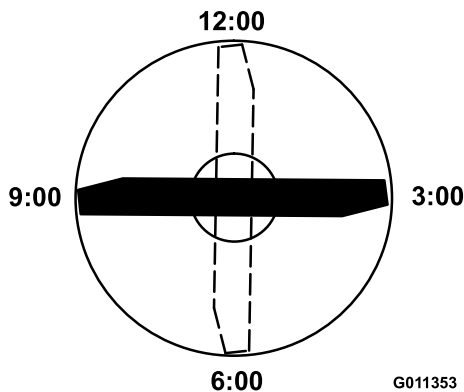

Figura 88
4. Coloque el filo de corte del extremo marcado de la cuchilla en la posición de las 12 (hacia adelante, en el sentido de la siega) (Figura 88) y mida la altura desde la mesa hasta el filo de corte de la cuchilla.
5. Gire el extremo marcado de la cuchilla a las posiciones de las 3 y de las 9 (Figura 88) y mida las alturas.